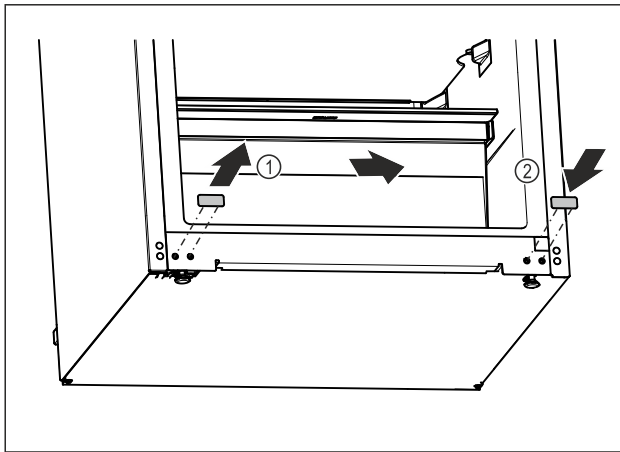

Fig. 13
- ▶ Hiqni tapat mbuluese. Fig. 13 (1)
- ▶ Vendosni tapat mbuluese në anën e kundërt. Fig. 13 (2)